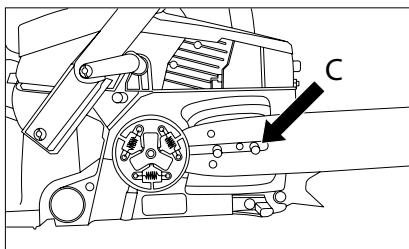

Fig. 6
4. Montați șina astfel ca canalul de ghidare a șinei să coincidă cu ambele șuruburi (C) (Fig. 6).